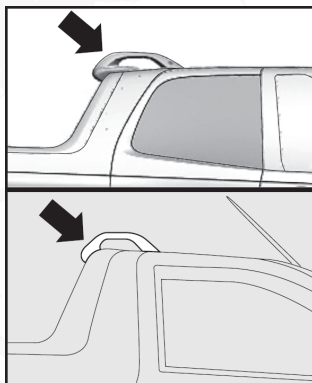

fig. 111
Para quitarla, suelte el extremo A-fig.111 de los cables de los dos lados del compartimiento de carga. Coloque la tapa a 45° (fig. 112) y tire de la misma en el sentido de la flecha - fig. 112.
- Utilice el porta escaleras fig. 111 para apoyar y fijar correctamente los
Al utilizar el porta escaleras, no apoye objetos cuyo peso exceda 50 Kg. En el caso de los limitadores fig. 111, no los obligue a soportar fuerzas laterales superiores a 30 Kg.